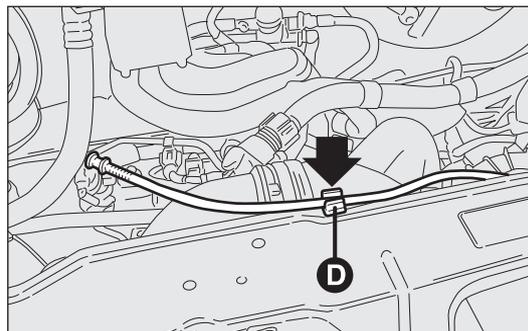
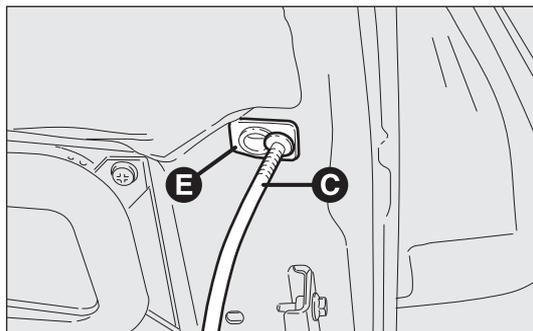

Abb. 122
Abb. 123
- die Motorhaube anheben und gleichzeitig die Stützstange Abb. 122 aus ihrer Einrasthalterung D lösen, anschließend das Ende C – Abb. 123 der Stange in die Aufnahme E an der Motorhaube einsetzen.
- ❑ die Motorhaube mit einer Hand hochhalten und mit der anderen Hand die Stange C – Abb. 123 aus der Aufnahme E nehmen und in ihre Einrasthalterung D – Abb. 122 drücken;